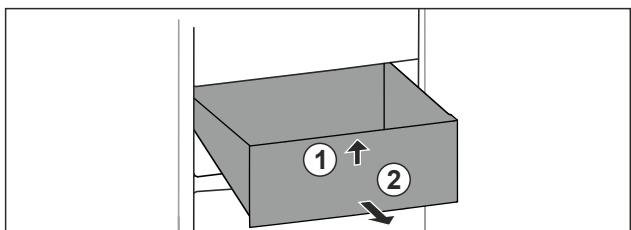

Fig. 77
- Nadvihnite zásuvku vpred. Fig. 77 (1)
- Odoberte zásuvku dopredu. Fig. 77 (2)